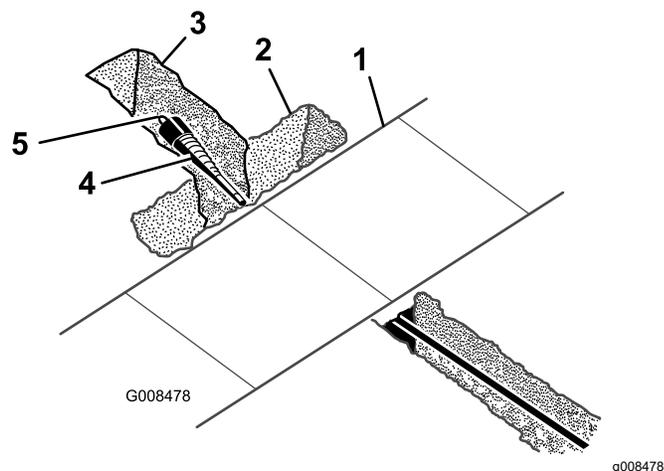

Рисунок 6
- 2. Снимите буровую насадку и подсоедините расширитель (Рисунок 6).
- 3. Подсоедините трос или трубопровод, который будет прокладываться под землей, к шарниру в конце расширителя (Рисунок 6).
- 1. Осторожно удалите лопатой грунт вокруг буровой насадки, освободив ее от почвы, чтобы ее можно было снять (Рисунок 6).